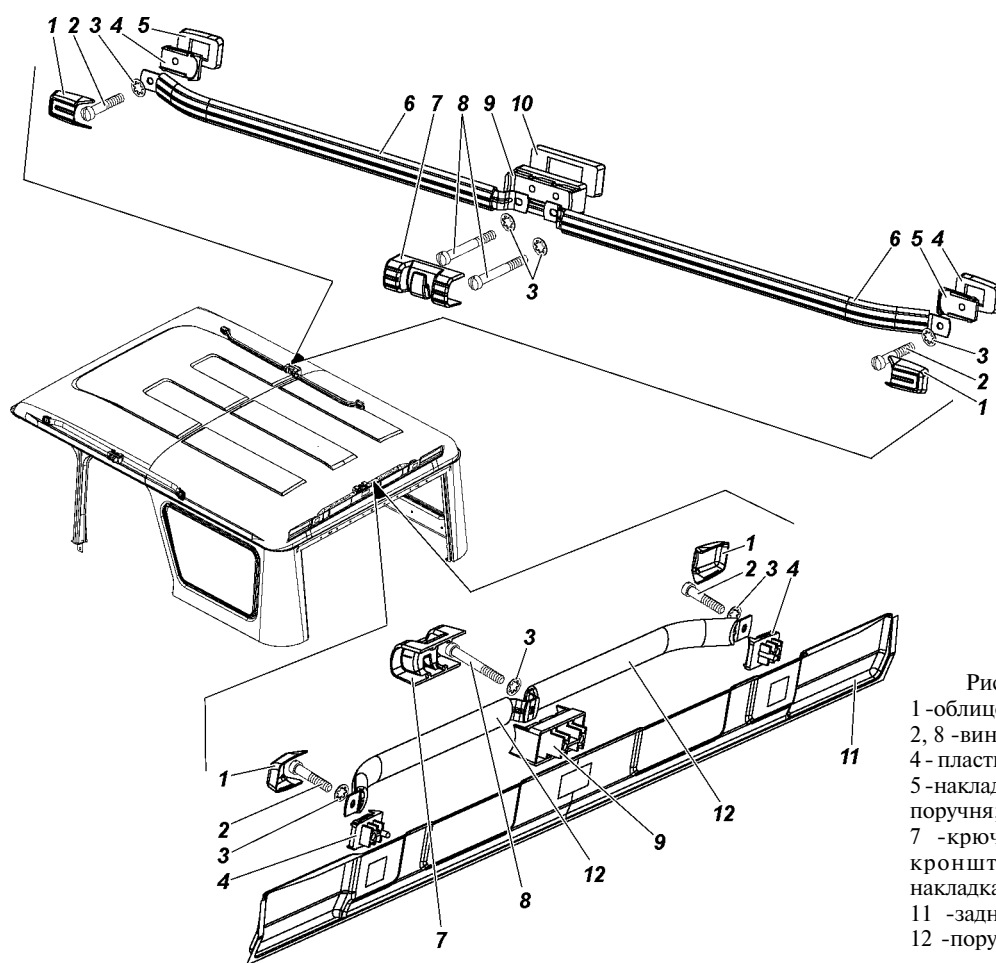

Рис. 15.20. Поручни:
1. Снимите облицовку 1 и крючок 7 (рис. 15.20).